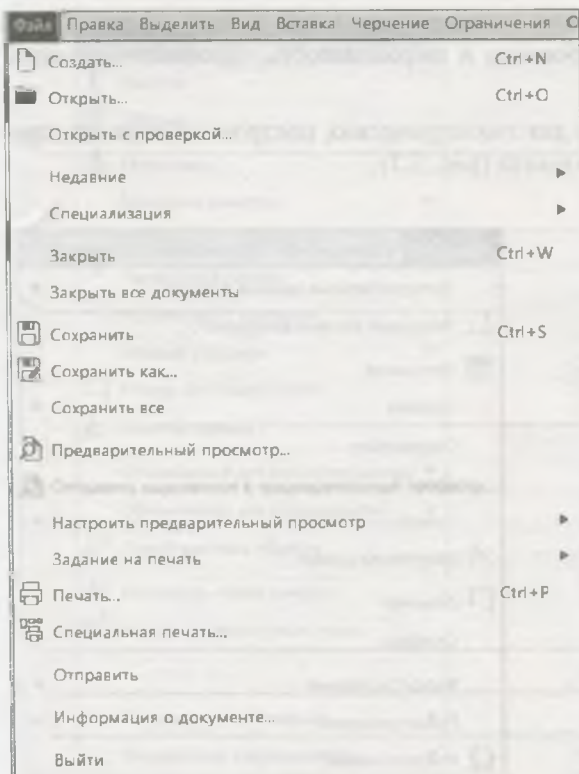

Рис. 3.2. Выпадающее меню пункта Файл
- ◆ **Файл** — содержит команды для открытия, сохранения, печати, экспорта в другие файлы чертежей и выхода из системы КОМПАС-3D V19 (рис. 3.2). Команды меню **Файл** не изменяются в зависимости от типа документа;